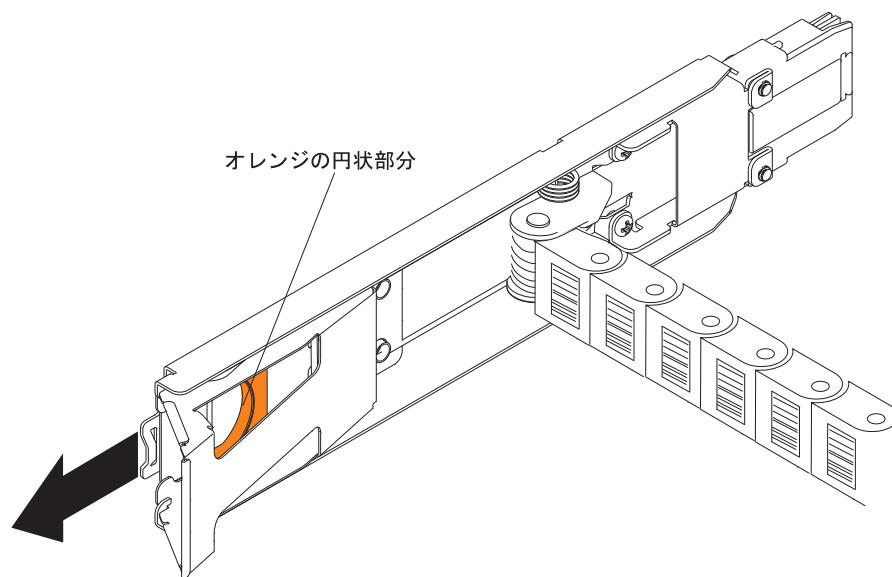

図 92. ミッドプレーンに接続される垂直取り付け金具
- a. ミッドプレーンから右のケーブル・チェーンの取り付け金具を切り離します。オレンジ色のハンドルをつかみ (図 92 を参照)、取り付け金具をストレージ拡張エンクロージャから引き出します。必要であれば、フラッシュライトを使用してオレンジ色の円状の部分を見つけてください。